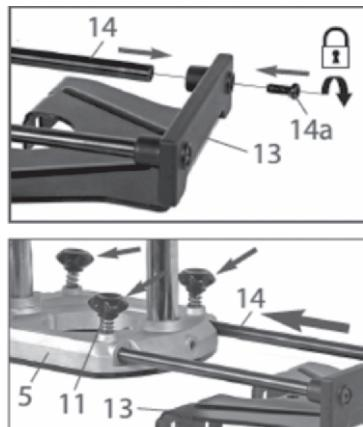

рис.6
Для осуществления ровного фрезерования параллельно краю (кромки) обрабатываемой заготовки, на опорную плиту фрезера устанавливается параллельный упор (рис.6 поз.13).
- прикрутить упор (рис.6 поз.13) двумя винтами (рис.6 поз.4а) к торцам направляющих осей (рис.6 поз.14);
- ослабив винты фиксации (рис.6 поз.11), вставить направляющие оси (рис.6 поз.14) в отверстия опорной плиты;
- выставив нужное расстояние от фрезы до упора, зафиксировать оси винтами (рис.6 поз.11).